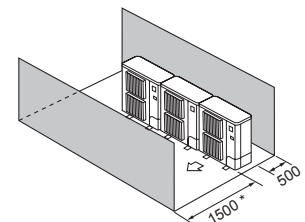

Fig. 2-16
- ④ Alleen obstakels aan de voor- en achterzijde (Fig. 2-16)